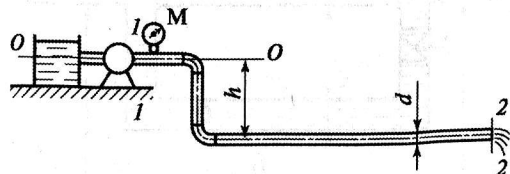

Рис. 6.5
**Задача 6.30.** Определить показание манометра  $p_{м.атм}$ , если расход воды, проходящей по трубопроводу (рис. 6.5), составляет  $Q = 30$  м³/ч. Длина трубопровода  $l = 120$  м, высота  $h = 710$  мм, диаметр труб  $d = 100$  мм, шероховатость  $\Delta = 0,5$  мм, степень открывания задвижки Лудло  $h/d = 0,7$ , радиус закругления отводов  $R = 200$  мм.